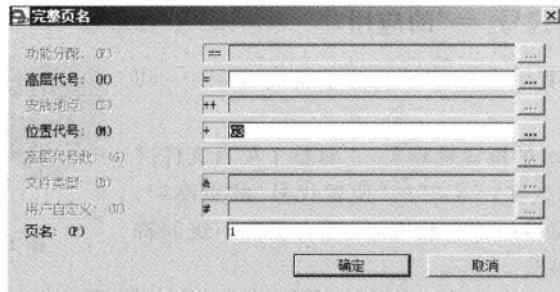

图 1-51 “完整页名”对话框
③ 单击“完整页名”空格后边的“...”按钮,弹出“完整页名”对话框,如图 1-51 所示。